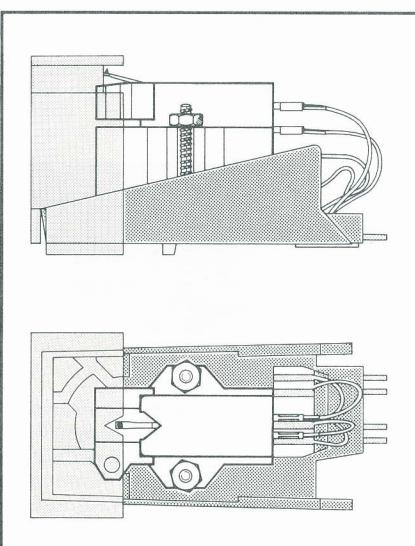

Fig. 14
2. Fixez la cellule sur son support en vous servant des accessoires et du gabarit joints à la tête de lecture TK 14 et à la cellule. Il faut veiller à ce que cellule soit montée à l'emplacement géométrique correct dans son support (fig. 14).